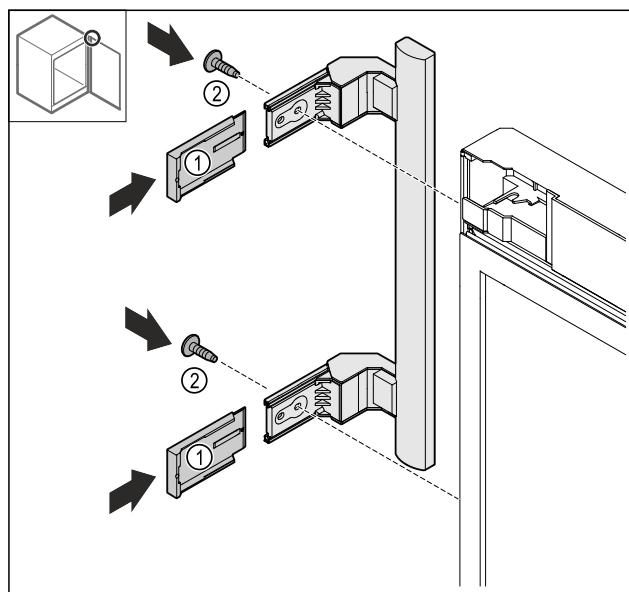

Fig. 19
- Pousser les caches Fig. 19 (1).